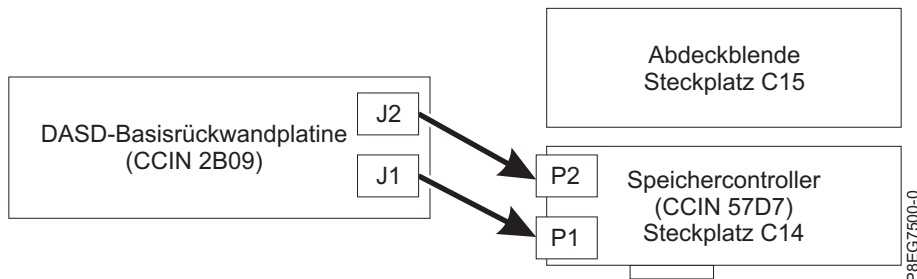

Abbildung 9. Erneutes Anschließen des SAS-Kabels bei einer Konfiguration mit Basispeicher
- Wenn Sie über einen internen PCIe3-x8-SAS-RAID-Adapter (CCIN 57D7) in Steckplatz P1-C14 (Basispeicherfunktion) verfügen, verbindet ein SAS-Kabel den Anschluss an der Rückwandplatine des unteren Plattenlaufwerks (J1) mit dem Anschluss P1 am Adapter. Ein anderes SAS-Kabel verbindet den Anschluss an der Rückwandplatine des oberen Plattenlaufwerks (J2) mit dem Anschluss P2 an demselben Adapter. Siehe Abb. 9.